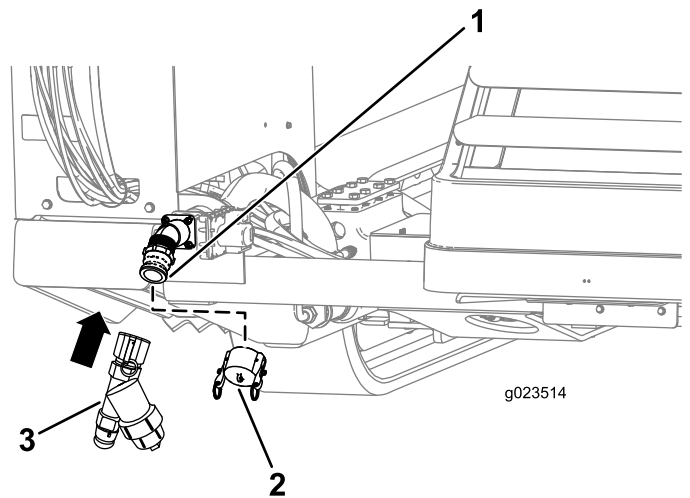

Figura 49
1. Retire a tampa da sucção da bomba (Figura 49).
2. Alinhe o filtro "Y" com a rosca na sucção da bomba (Figura 49).